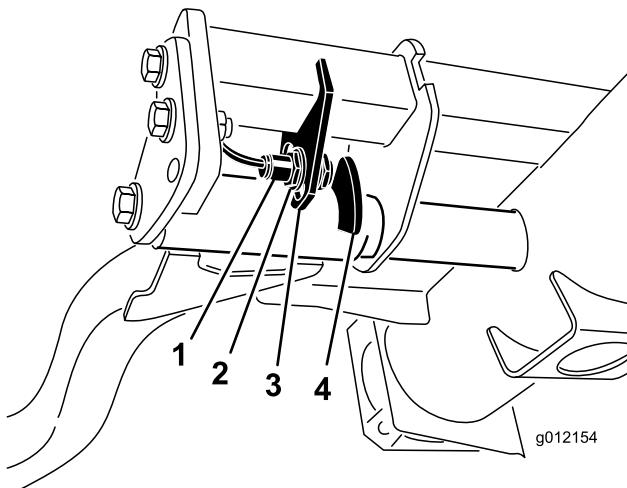

图34
2. 提升臂位于右前方提升臂（图34）后面的液压油箱下。
3. 拧松开关安装螺钉（图34）并向下滑动开关，可增大提升臂的转向高度；向上移动开关，可减小提升臂的转向高度。旋紧安装螺钉。